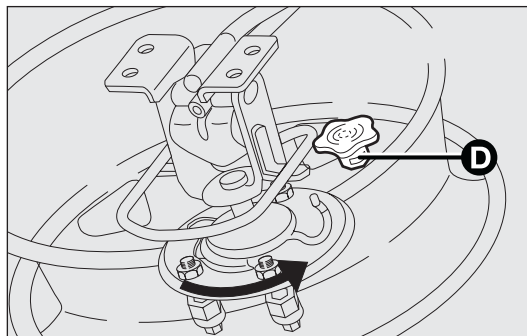

рис. 169
- поставьте кронштейн на колесо, поверните его до конца выреза (как показано на рис. 169) и затяните маховичок D;